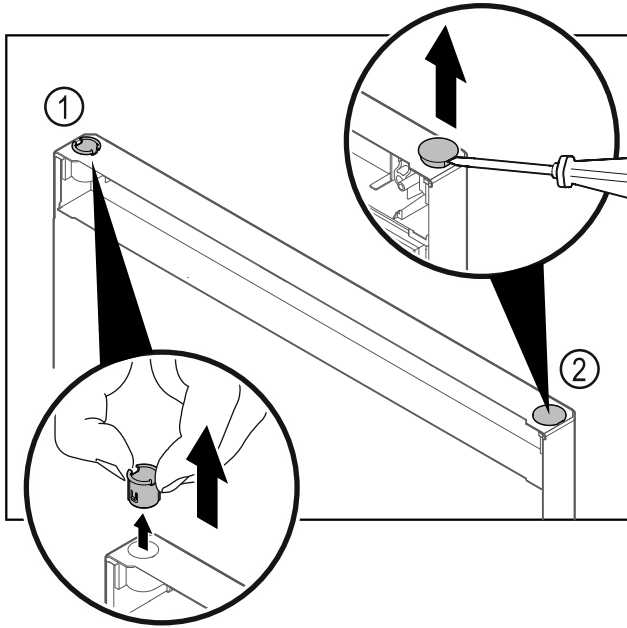

Fig. 7
- ▶ Τραβήξτε έξω την υποδοχή μεντεσέ Fig. 7 (1) με τα δάχτυλα.
- ▶ Ανασηκώστε προσεκτικά την τάπα Fig. 7 (2) με ένα ίσιο κατσαβίδι και τραβήξτε την έξω.